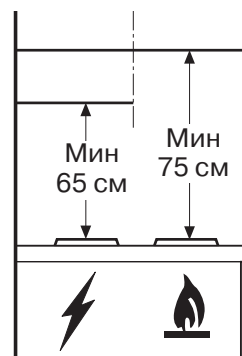

Рис.3
- Воздухоочиститель должен быть установлен на высоте не менее 65 см над электрическими плитами или 75 см над газовыми или комбинированными плитами (Рис. 3).
После установки расстояние от воздухоочистителя до электрической плиты должно быть не менее 65 см, а до газовой или комбинированной - не менее 75 см (рис. 3).